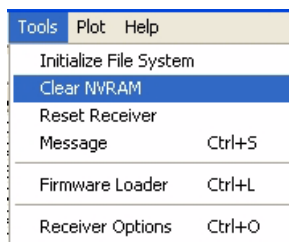

Рисунок 5-11. Clear NVRAM
3. Нажмите *Tools->Clear NVRAM* (Рисунок 5-11).